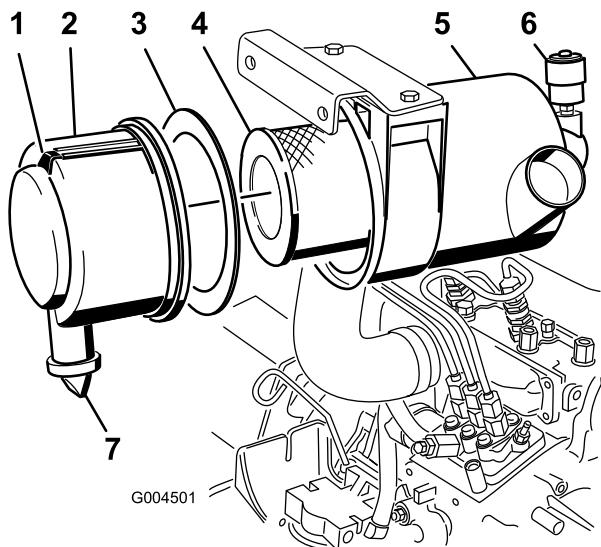

Figura 42
- Effettuate la manutenzione dell'elemento filtrante quando la spia (Figura 42) diventa rossa, oppure ogni 400 ore (più spesso in condizioni estreme di polvere o mordorio). Non eccedere nella revisione del filtro dell'aria.
- Tirate il fermo verso l'esterno e ruotate il coperchio del filtro in senso antiorario (Figura 42).
- Togliete il coperchio dal corpo del filtro dell'aria (Figura 42).
- Togliete il filtro primario e sostituitelo (Figura 42).
- Verificate che la guarnizione in schiuma sintetica sia stata montata nel coperchio e che non sia strappata o danneggiata (Figura 42). Se è danneggiata, sostituitela.
- Togliete la valvola di uscita in gomma dal coperchio (Figura 42).
- Se la spia è rossa, azzerate l'indicatore (Figura 42).